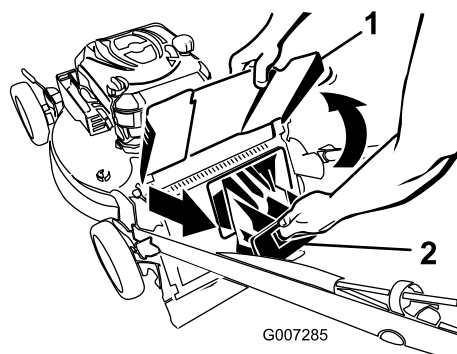

Figura 23
2. Alzate il deflettore di scarico posteriore (Figura 23).
3. Estraete il coperchio di scarico posteriore (Figura 23).
4. Installate il coperchio di scarico posteriore (Figura 23).